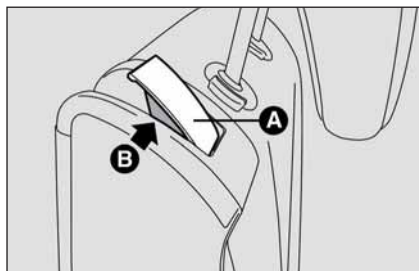

fig. 3
**ATTENTION** L'accrochement correct du dossier est garanti par la disparition de la "bande rouge" **B**-fig. 3 présente à côté des leviers **A**-fig. 3 de renversement du dossier. Cette "bande rouge" indique en effet que le dossier n'a pas été accroché. Quand on ramène le dossier dans la position d'emploi, s'assurer que l'accrochement ait eu lieu jusqu'à perception du déclic de blocage.